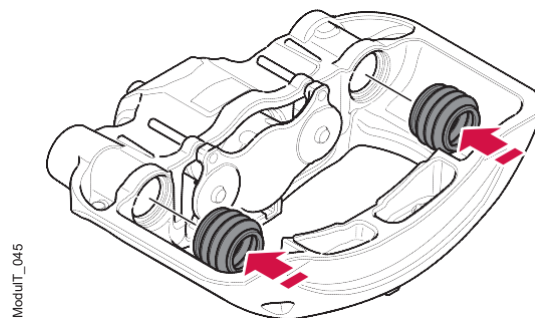

Figura 62. Instalação do fole do pino-guia.
6. Manualmente, empurre com firmeza os dois novos foles do pino-guia em seus locais de pinça de freio, garantindo que os foles estejam assentados corretamente na posição. Consulte a figura 62.